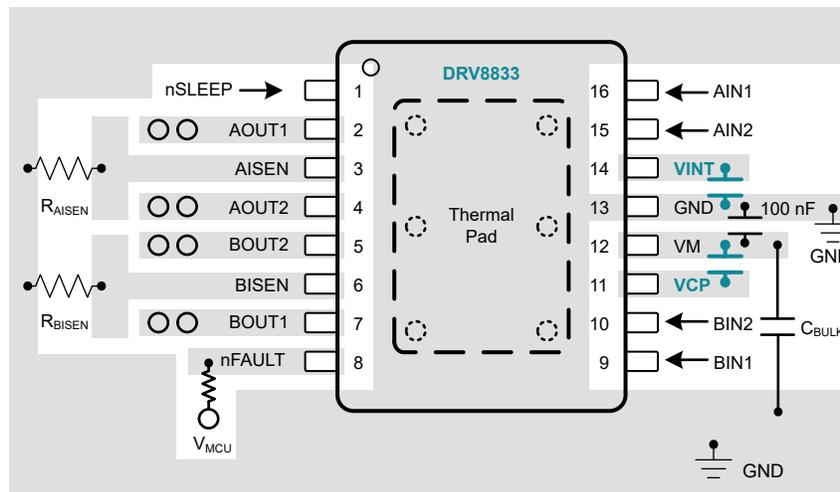
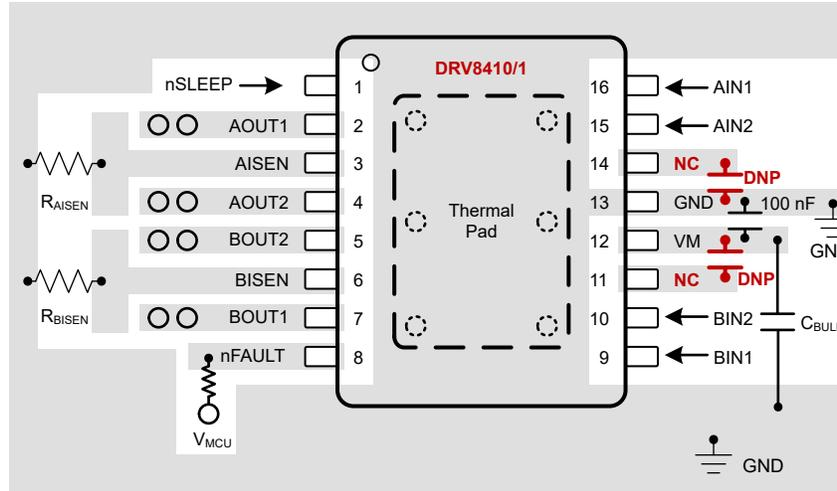

图 9-21. DRV8833 布局示例
图 9-22. DRV8410/1 封装尺寸兼容布局示例
- DRV841xPWP 使用的封装尺寸可以与采用 HTSSOP 封装的 DRV8833 和 DRV8833C 相同，如图 9-21 和图 9-22 所示。